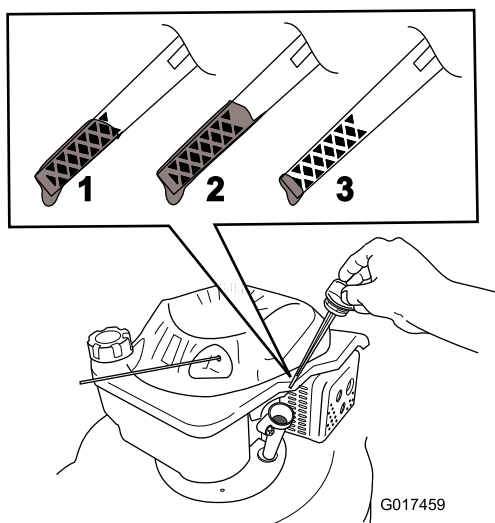

**Figura 26**
5. Coloque el cortacésped de lado con la varilla de aceite hacia abajo para drenar el aceite usado a través del tubo de llenado de aceite (Figura 26).